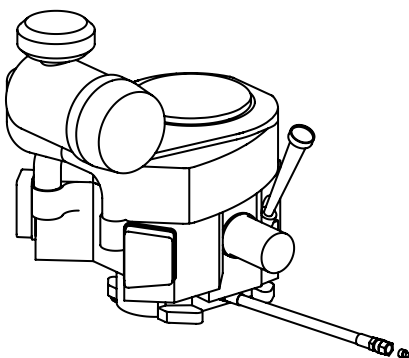

Figure 4-4
- Repérez le boyau de vidange d'huile sur le moteur. Voir Figure 4-4.